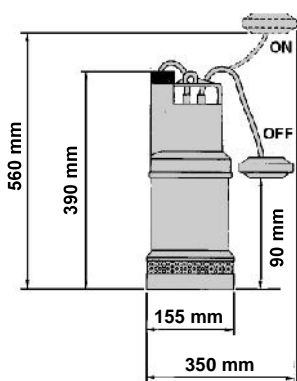

Figura 1: Instalación
- ⚠ La bomba no debe descansar nunca sobre el fondo del pozo ó depósito ni quedar muy cerca de las paredes. Para evitarlo se debe suspender con una cuerda ó cable a través del asa que existe en la parte superior. Al introducir la electrobomba en el pozo, deben tener en cuenta que ésta quede elevada del fondo al menos unos 50 cm (figura 1). Jamás se suspenderá ni se levantará la bomba por el cable eléctrico ni por la tubería de impulsión. La profundidad máxima de inmersión es de 5 m.